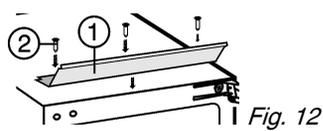

Fig. 12
- ▶ Avvitare il listello di compensazione Fig. 12 (1) con viti Fig. 12 (2) sull'apparecchio.